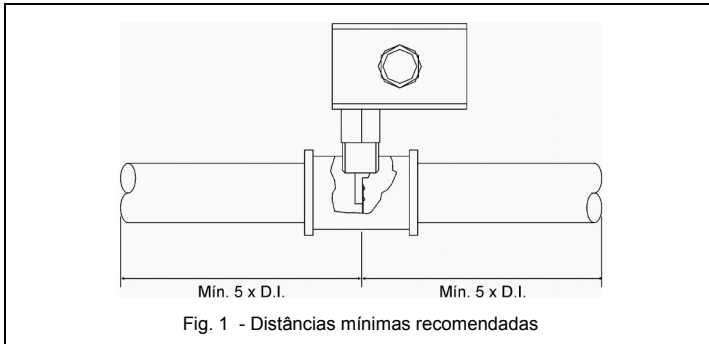

Fig. 1 - Distâncias mínimas recomendadas
- A chave de fluxo deve ser instalada em um trecho reto da tubulação de pelo menos 5 x D.I. (diâmetro interno) para cada lado do equipamento (Fig. 1).